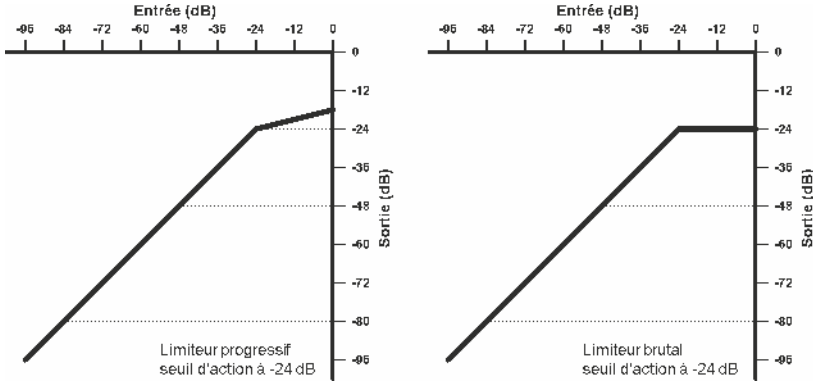

Figure 2.4
d'agir seulement à partir d'un certain niveau, et de ne pas toucher à la dynamique du signal en dessous de ce seuil. Les courbes de la **figure 2.4** en donnent un exemple.
**Septatoo** – Et sur la courbe de droite de la **figure 2.4**, le taux de compression est encore plus élevé que pour la courbe de gauche.